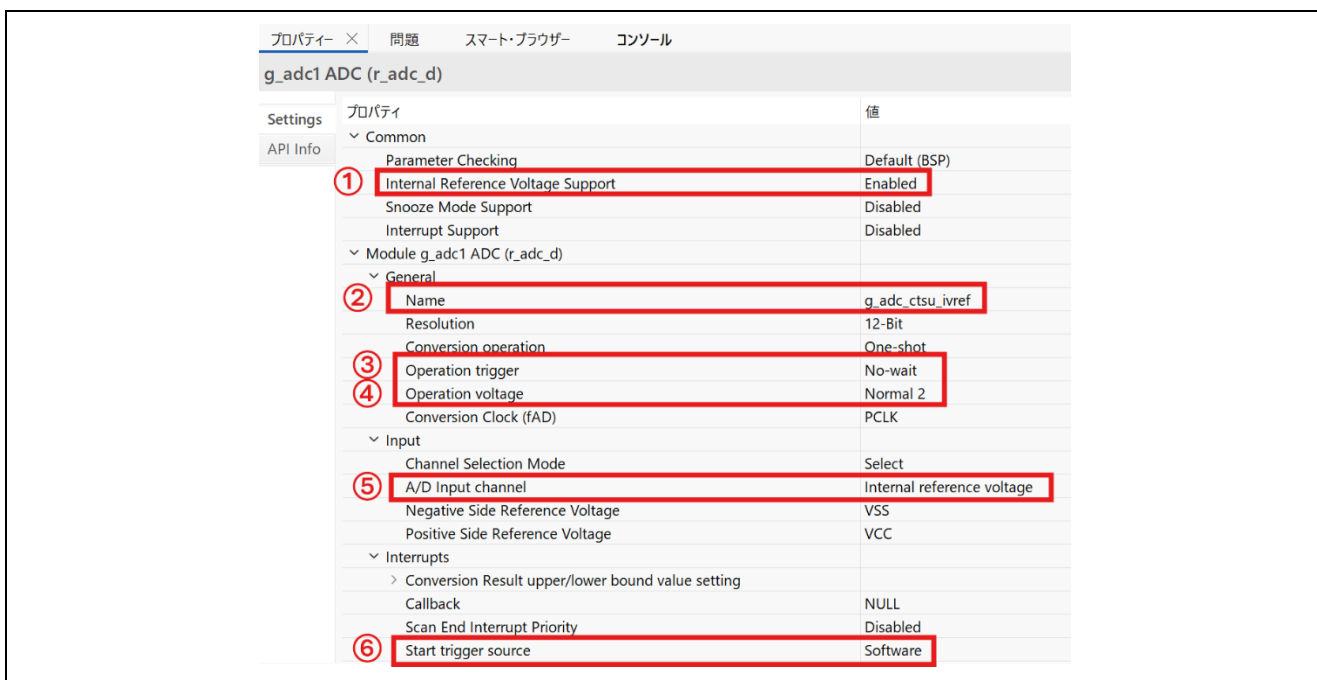

図 6-4 “g_adc_ctsu_ivref”の設定 (RA0L1/NM モード)
2. 図 6-4 に示す通り、RA スマート・コンフィグレータ上で[Stacks]タブでタッチミドルウェアを追加します。
7. “g_adc1 ADC”を選択し、[プロパティ]をクリックします。図 6-4 に示す通り、以下の設定を変更してください。
- ①. [Common] -> [Internal Reference Voltage Support]で[Enable]を選択。
- ②. [General] -> [Name]で名前を[g_adc_ctsu_ivref]に変更。
- ③. [General] -> [Operation trigger]で[No-wait]を選択。
- ④. [General] -> [Operation voltage]で[Normal 2]を選択。
- ⑤. [Input] -> [A/D Input Channel]で[Internal reference voltage]を選択。
- ⑥. [Interrupts] -> [Start trigger source]で[Software]を選択。